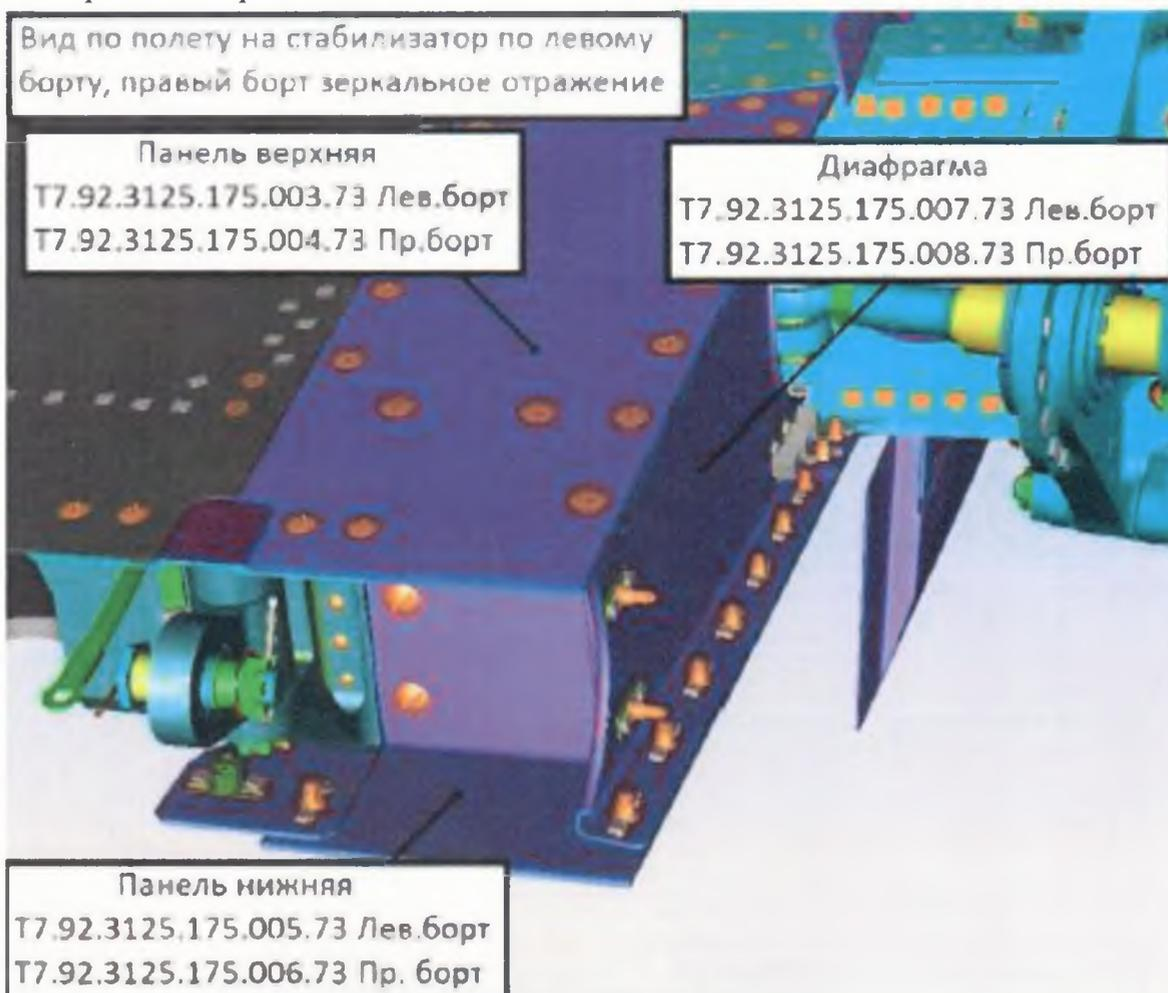

Рисунок 17. Демонтаж панелей и диафрагм.
1.24. Установить панели (см. рис. 17):